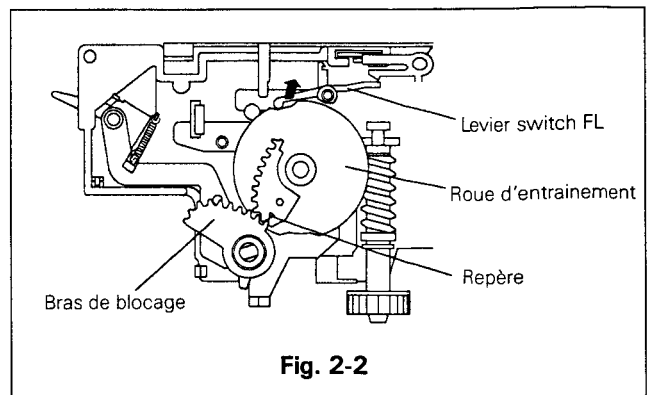

Fig. 2-2
- Basculer le switch FL dans le sens des aiguilles d'une montre pour séparer le switch FL de la roue d'entraînement. Tirer le bras de blocage ainsi que la roue d'entraînement afin de les sortir de leur axe comme montré Fig. 2-2.
- Positionner la roue d'entraînement sur son axe comme le montre la Fig. 2-2.
- Aligner le repère de la roue d'entraînement avec le début de la partie crantée du bras de blocage comme montré Fig. 2-2. Installer le bras de blocage.